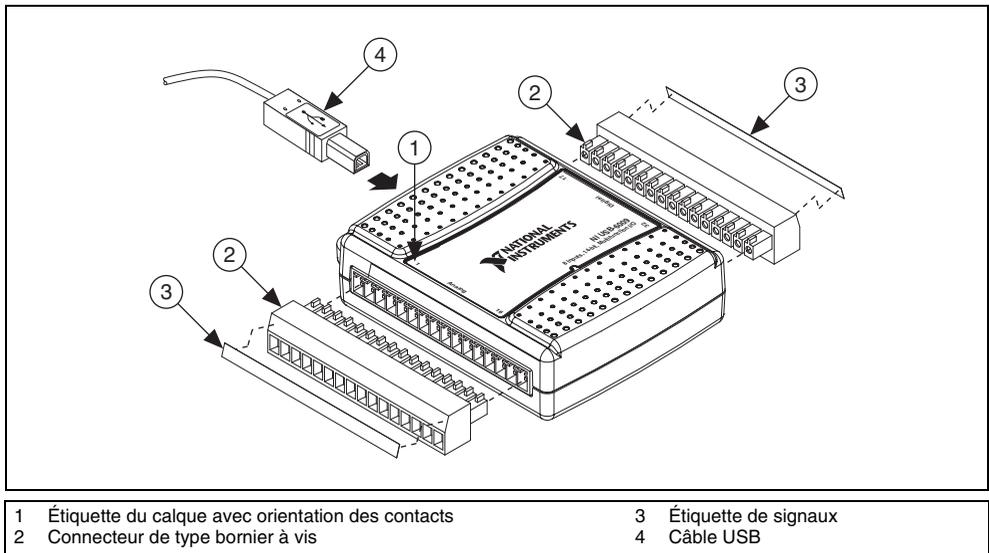
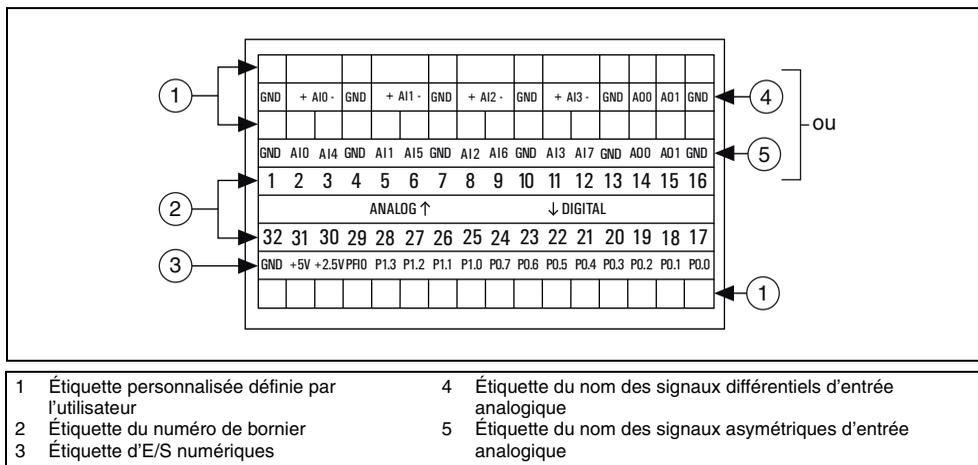

Figure 2. Diagramme d'application des étiquettes de signaux
Figure 3. Étiquettes de signaux des périphériques NI USB-6008/6009
3. Installez les connecteurs de type bornier à vis de 16 contacts en les insérant dans les jack de connexion, comme l'indique la Figure 2.
- Collez les étiquettes de signaux fournies aux connecteurs de type bornier à vis. Vous pouvez choisir des étiquettes ayant des numéros de broches, des noms de signaux ou des étiquettes vierges, comme l'indique la Figure 3. Choisissez l'étiquette correcte, alignez-la aux borniers imprimés qui se trouvent sur la face supérieure de votre périphérique puis appliquez l'étiquette, comme le montre la Figure 2.